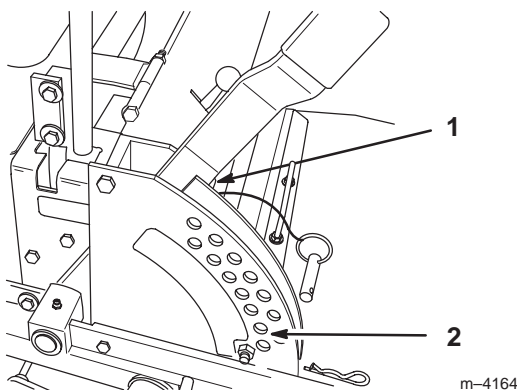

Figure 62
5. Placez deux cales de 38 mm (1-1/2") d'épaisseur sous le bord inférieur arrière, à gauche et à droite de la tondeuse. Placez une cale de 57 mm (2-1/4") sous le bord inférieur central avant de la tondeuse. Sélectionnez la hauteur de coupe de 51 mm (2") (Fig. 62).
1. Déplacez le levier de relevage du plateau de coupe à la position de transport (Fig. 62).